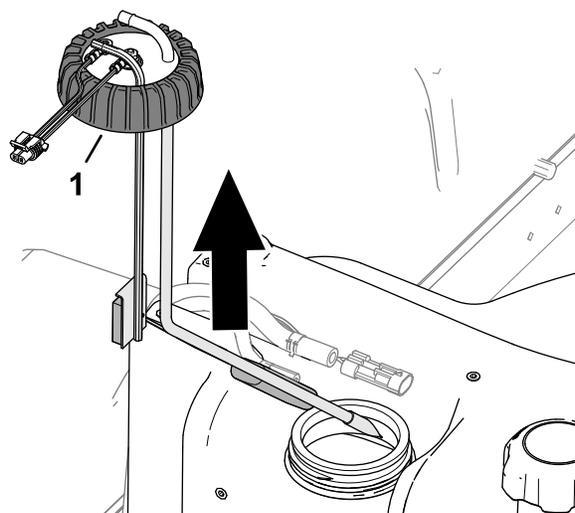

Figura 126
5. Allentate il tappo del trasmettitore di livello carburante (Figura 126).